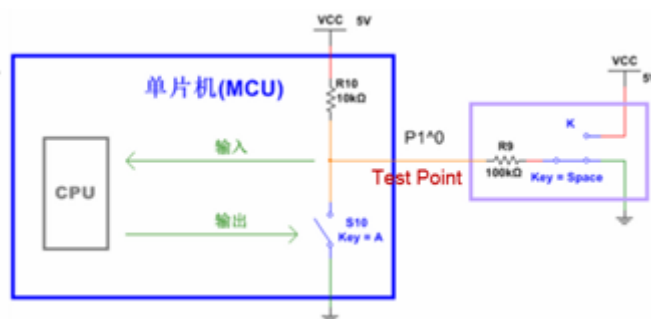

图 8
2.双向端口作为输入时是真正的高阻态，而准双向IO作为输入端口时，输入阻抗不为高阻，于是有可能出现如本文图 8所示的问题。